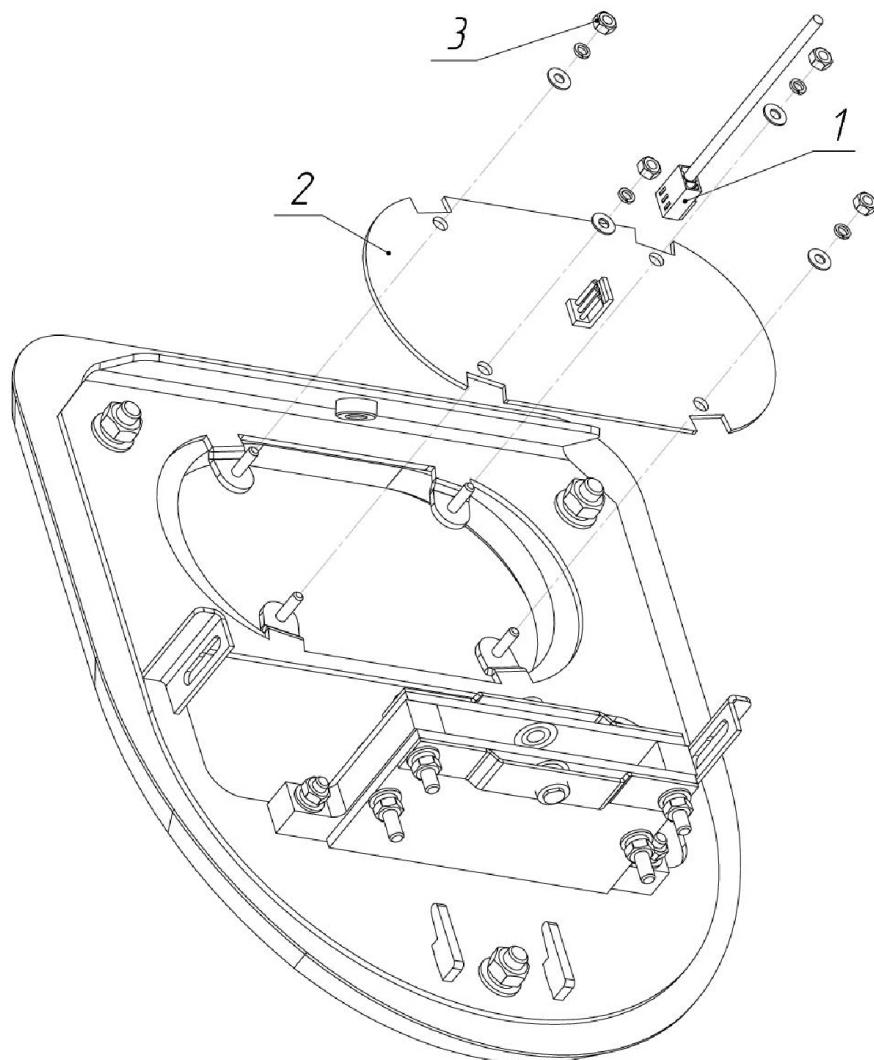

Рис. 8. Схема установки платы индикации
6.2. Отсоедините разъем кабеля (1, рис.8) от платы индикации (2, рис.8).
6.3. Открутите 4 гайки M3 (3, рис. 8), снимите гроверы и шайбы.